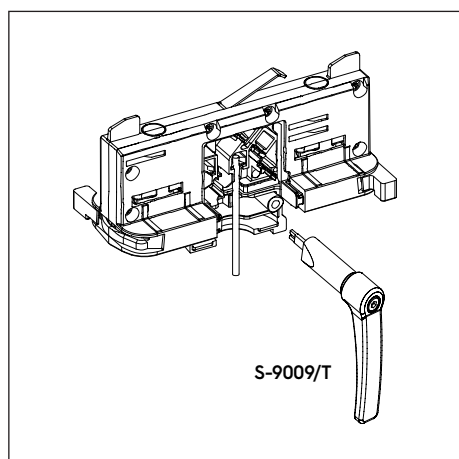
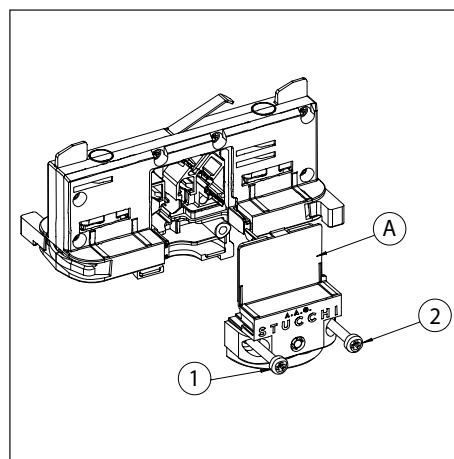

Fig. 1 Cablaggio dell'adattatore
Fig. 2 Chiusura dell'adattatore
Per il cablaggio dell'adattatore utilizzare cavi con sezione AWG12 in base alla valore di corrente del faretto e di tipo cordato e stagnato. Cablare i cavi dell'adattatore (fig.1) utilizzando l'apposito inserto (da ordinare separatamente), rispettando le giuste polarità marcate sull'adattatore (L / N / T / D+ / D-). Spingere il cavetto fino a che risulta completamente inserito nel contatto ruba corrente. Sono previsti due tipi di blocca cavi: S-9009/10... (semplice) e S-9009/BC... (con grano in plastica di blocco), entrambi per guaine di diametro compreso tra 0,24" e 0,35". Per fissare l'apparecchio di illuminazione all'adattatore è possibile utilizzare uno degli accessori previsti: S-9009/M10+S-9009/D-10, S-9009/M10+S-9009/D-10 e S-9009/51 (attenzione con questi 3 accessori non è possibile utilizzare il blocca cavo S-9009/BC...). Una volta cablato e fissato l'apparecchio all'adattatore, chiuderlo con il rispettivo coperchio (A) utilizzando le due viti (1 e 2). Coperchio e viti sono fornite con l'adattatore (fig.2)